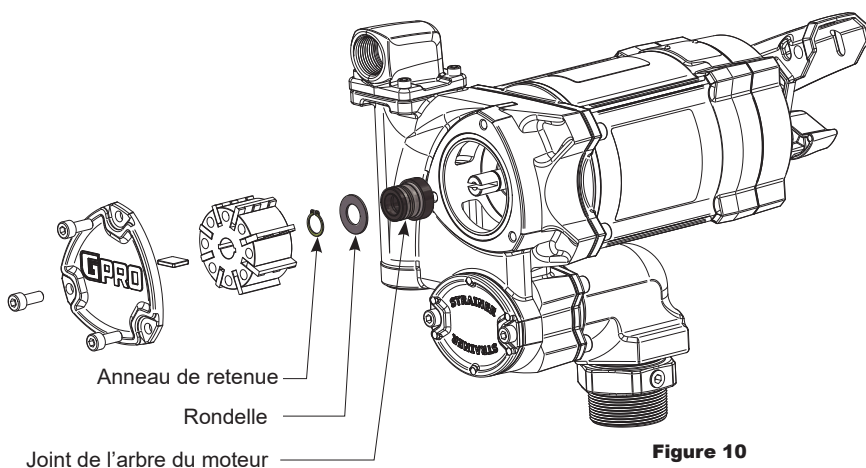

Figure 10
2. À l'aide d'une clé hexagonale de 6 mm, retirez la plaque de protection (voir Figure 10). Retirez le joint torique de la plaque de protection.
3. Retirez la clé de l'arbre, le rotor et les palettes. Retirez les palettes et la clé avant le rotor pour les empêcher de tomber dans l'orifice d'entrée de la pompe (voir Figure 10).
4. À l'aide d'une pince à anneau, enlevez l'anneau de retenue en faisant attention de ne pas endommager l'arbre du moteur ou l'alésage du logement (voir Figure 10). Retirez la rondelle et le joint de l'arbre du moteur. Jetez ces trois pièces.